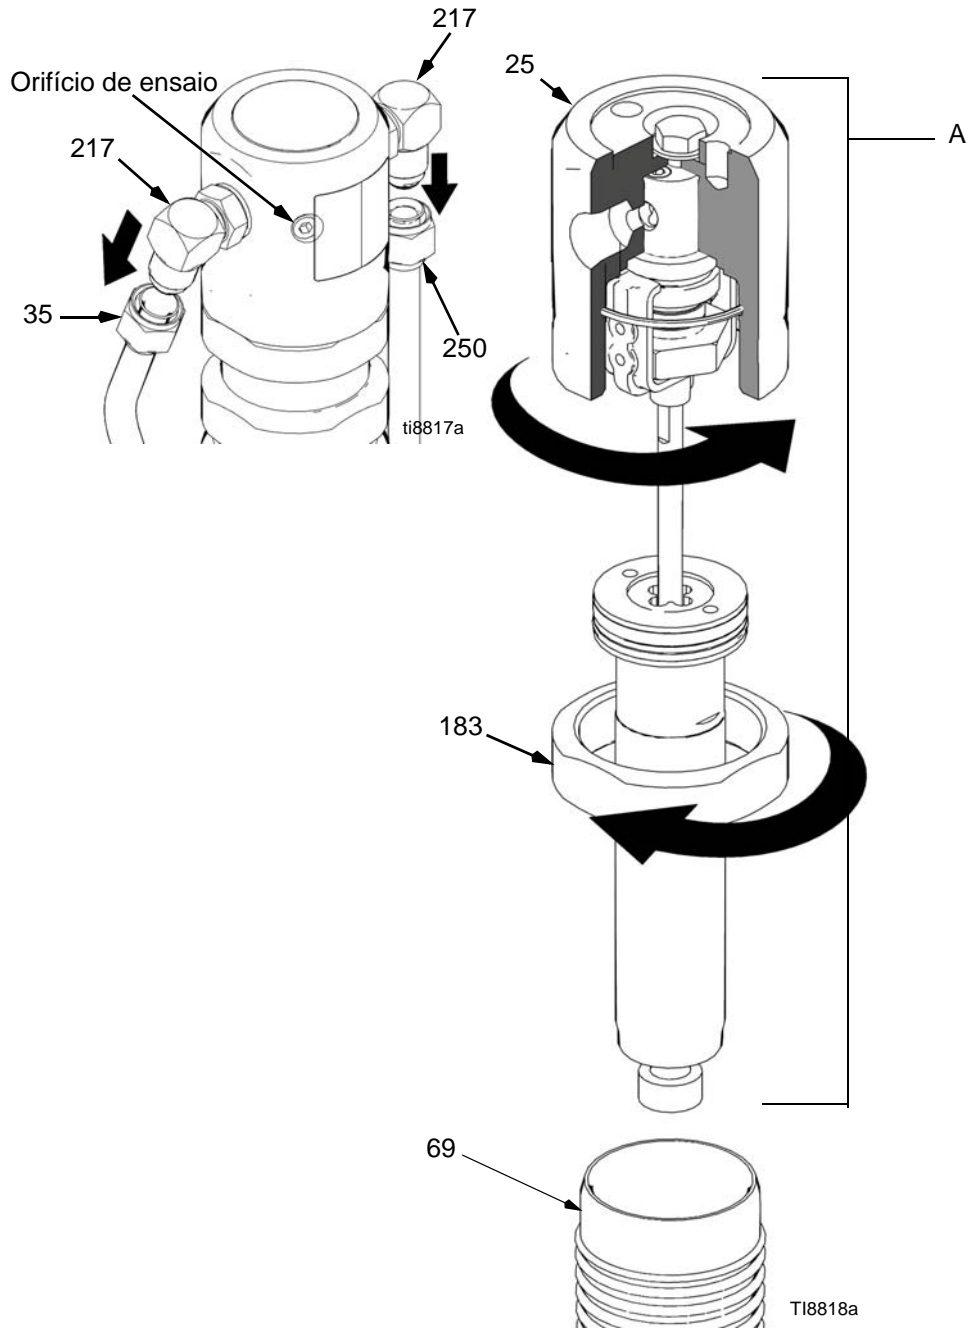

FIG. 7
4. FIG. 7. Retire os tubos hidráulicos (35, 250) dos encaixes (217), do lado esquerdo e direito do topo do motor hidráulico.
5. Desaperte a contraporca (183).
6. Desaparafuse e retire a tampa do motor hidráulico (25).
7. Retire a unidade da biela/tampa do motor hidráulico (A) do cilindro do motor hidráulico (69).